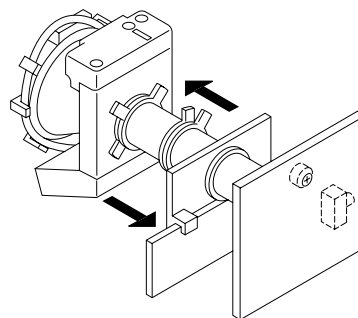

图 6-2
- 将偏转线圈往前移动和进行调整以使整个屏幕呈绿色。（见图 6-2。）